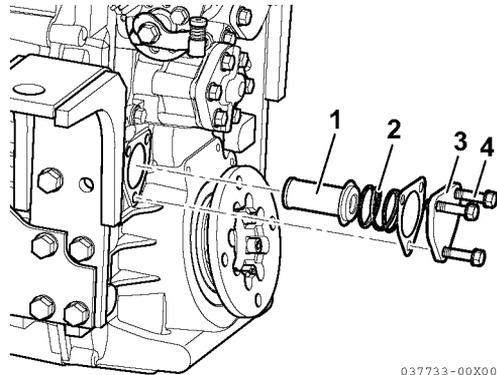

Figura 2
4. Quite los tres pernos M8 x 40 (4, **Figura 2**) así como las arandelas.
5. Quite la cubierta (3, **Figura 2**), el resorte (2, **Figura 2**) y el colador de aceite (1, **Figura 2**).
- Nota: El colador de aceite (1, **Figura 2**) debe lavarse con aceite limpio cuando cambie el aceite.*